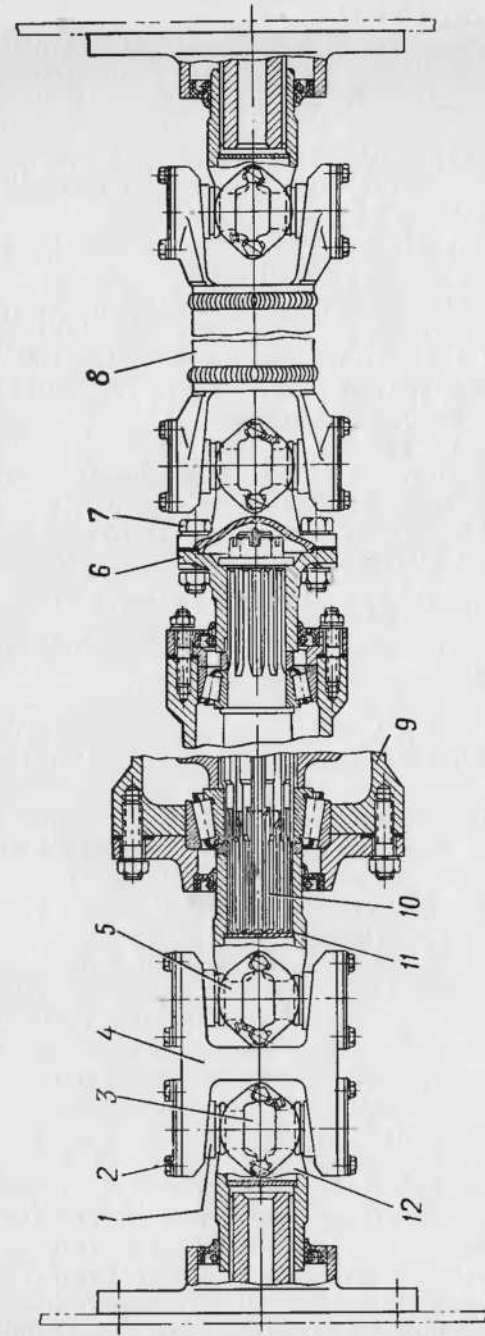

Рис. 22. Установка карданных валов привода дополнительных колес:
13. Отвернуть гайки болтов 7 (рис. 22) крепления карданного вала 8 привода на правые дополнительные колеса к фланцу 6 коробки отбора мощности. Отсоединить и вынуть карданный вал 8.
5. Опуская раздаточную коробку, направлять посадочные места на шпильки 9, 25 и 27 и на болт 10, а хвостовик ведомого вала 10 (рис. 22) вставить в вилку 11 карданного вала привода на левые дополнительные колеса, установить раздаточную коробку на место.
5. Опустить на шпильки 9 (рис. 22) установить дополнительные
13. Установить карданный вал 8 (рис. 22) привода на правые дополнительные колеса и присоединить его к фланцу 6 коробки отбора мощности. Между фланцами поставить уплотнительную прокладку и закрепить фланцы болтами 7 с гайками и пружинными шайбами.